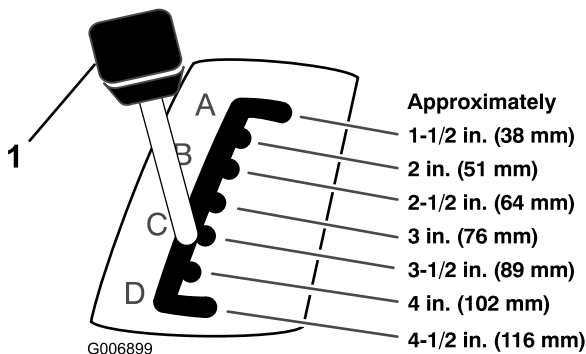

Figure 8
5. Tirez le levier de hauteur de coupe sur le tracteur et sélectionnez la position souhaitée (Figure 8).